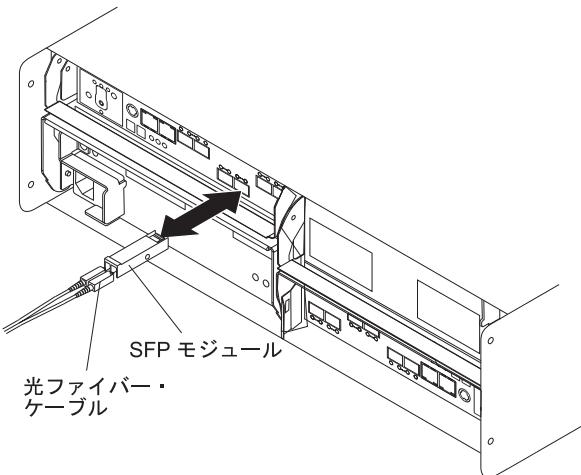

図 26. サポートされる DS3950 ストレージ・サブシステムにおける、SFP モジュールと LC-LC ケーブルの取り付け
2. 図 26 に示すように、LC-LC 光ファイバー・ケーブルを SFP モジュールに接続します。
**注:** 図 26 は、DS3950 ストレージ・サブシステムを表しています。DS3950 ストレージ・サブシステムは、解説目的としてのみ示されています。